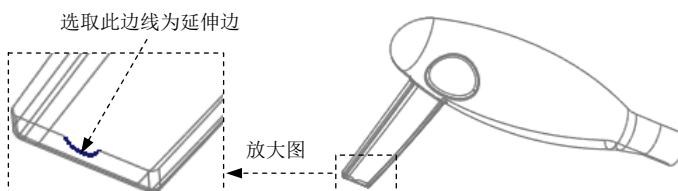

图 8.16 选取延伸边
(1) 将坯料遮蔽。在模型树中右击 **WP.PRT**，从系统弹出的快捷菜单中选择 **遮蔽** 命令。
(2) 选取图 8.16 所示的边线。
(3) 单击 **分型面** 功能选项卡 **编辑** ▾ 区域的 **延伸** 按钮，此时出现 **延伸** 操控板。